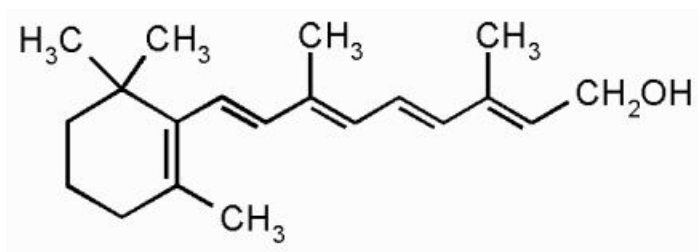

Рисунок 1 – Химическое строение ретинола
7) Все иллюстративные материалы (рисунки) должны быть содержательными (это могут быть графики, схемы, диаграммы, структурные формулы и др.). Их следует располагать непосредственно после текста работы (выравнивание по центру, без абзачного отступа), где они упоминаются впервые, или на следующей странице. Все рисунки в обязательном порядке должны быть пронумерованы и названы. Их нумеруют арабскими цифрами сквозной нумерацией (например, «Рисунок 1», «Рисунок 2» и т.д.) или в пределах раздела (например, «Рисунок 1.1» или «Рисунок 2.1» и т.д. Слово «Рисунок» и его название (через тире) помещают под рисунком, выравнивание по центру страницы без точки в конце (без абзачного отступа). На все рисунки в работе должны быть даны ссылки. При ссылке необходимо писать слово «рисунок» и его номер, например: «...в соответствии с рисунком 1...».